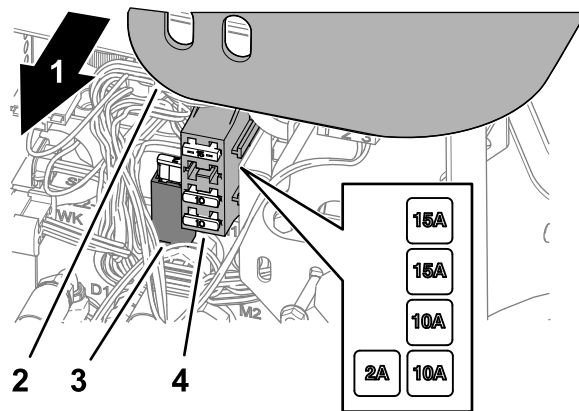

図 79
- コントロールアームからカバーを外す **図 79**。
- ヒューズホルダーまたはヒューズブロックを点検して切れているヒューズを探し出す **図 79**。
- コントロールアームにカバーを取り付ける **図 79**。